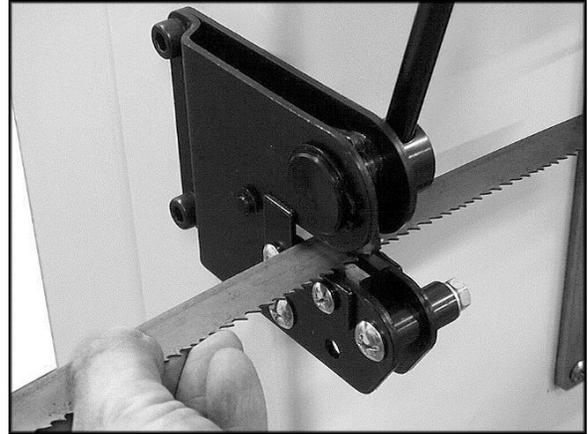

Figure 10
2. Positionner la lame vers l'arrière dans le guide de coupe de la cisaille. Voir Figure 10. Assurez-vous que la lame est maintenue à angle droit par le couteau de la cisaille de sorte que la coupe soit d'équerre.